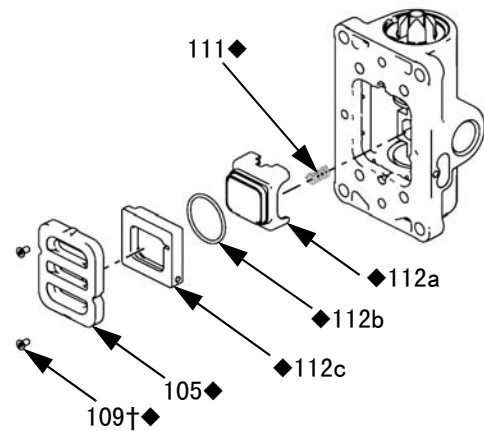

图 3：取下通风板
2. 请参见图 3。使用 2 毫米或 5/64 内六角扳手卸下两颗螺丝 (109†◆)。卸下阀板 (105◆)。